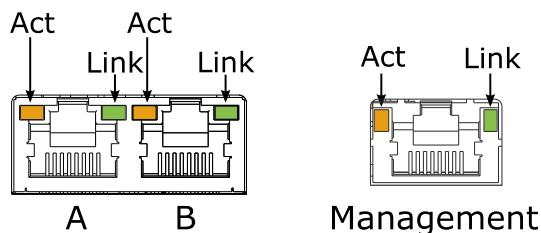

Рисунок 3.3. Светодиодные индикаторы портов A, B и Management
2. Подключить блок питания к разъёму питания прибора (см. рис. 3.3).